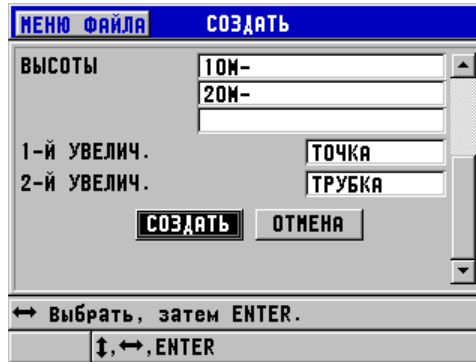

Рис. 6-25 Конфигурация диапазона ИД для бойлера
3. На второй странице диалогового окна **СОЗДАТЬ** (см. Рис. 6-25 на стр. 112):